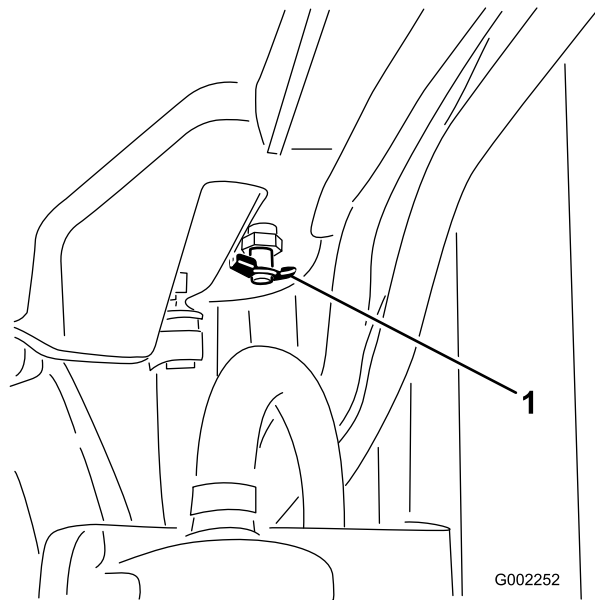

Figura 83
4. Abra la válvula de vaciado y deje que el refrigerante se drene en el recipiente (Figura 83).
5. Cierre la válvula de vaciado (Figura 83).